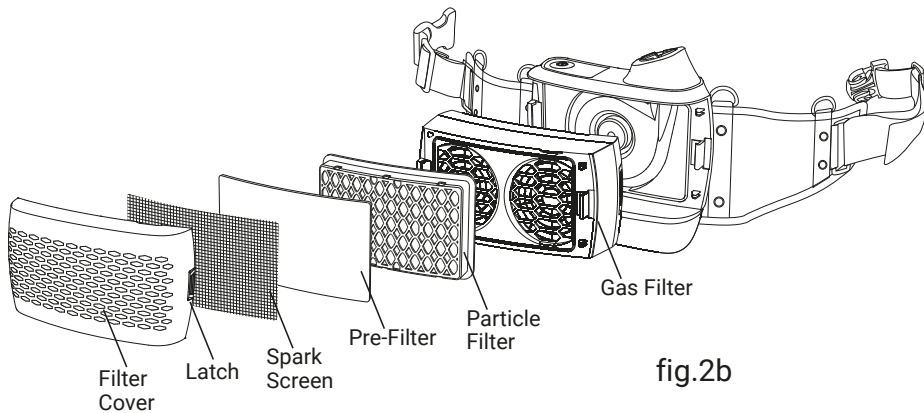

fig.2b
- Installer venligst partikelfilteret i henhold til fig. 2b.